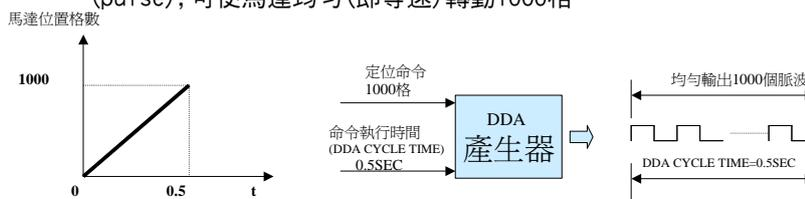
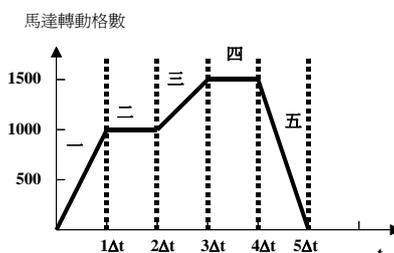

Fig.1-3
Fig.1-4
註 1：DDA 請參考 Fig.1-3、Fig.1-4。
註 2：DDA 產生器原理參考下圖 Fig.1-3 及 Fig.1-4
註：參考 Fig.1-3，Fig.1-4
- 或呼叫➔ EPCIO_DDA_SetTime()註：參考 Fig.1-3，Fig.1-4